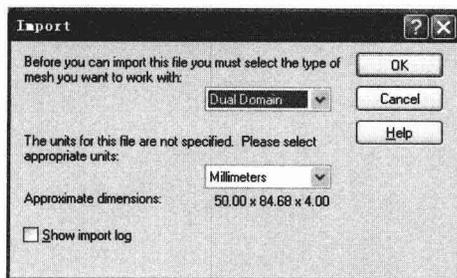

图 2-2 “CAD 模型输入”对话框
① 选择菜单“File → Import”，或在工具栏单击图标，弹出“Import”对话框，如图 2-2 所示。